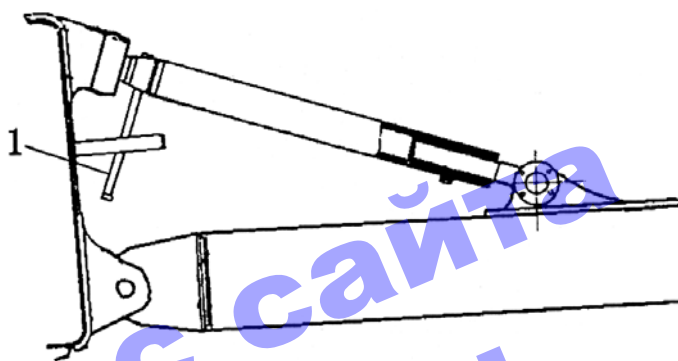

Рис. 7-4.
7.3 Регулировка наклона отвала (см. рис. 7-4)